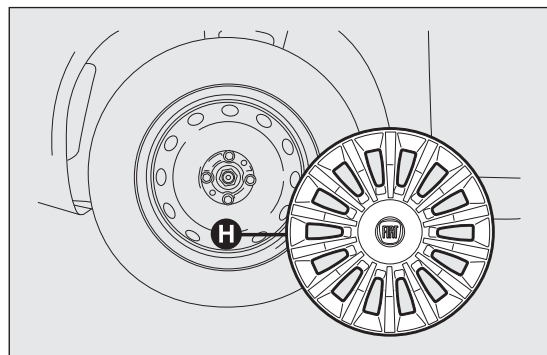

fig. 125
- ☐ retirar el tapacubos H fig. 125 (versiones con llantas de acero), o retirar el tapacubos (versiones con llantas de aleación);